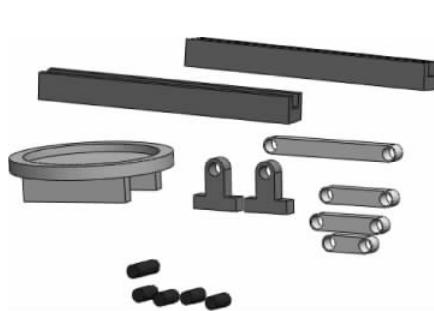

图 3-169 旋转零部件
(1) 为了便于进行配合约束,将零部件进行旋转。单击【装配体】工具栏中的【移动零部件】下拉按钮  ,选择【旋转零部件】命令  ,弹出【旋转零部件】的属性设置,此时鼠标指针变为图标  ,将零部件旋转至合适的位置,单击【确定】按钮  ,如图 3-169 所示。